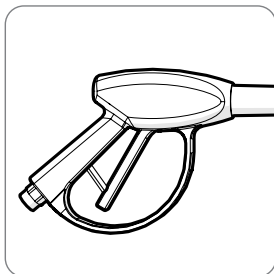

Fig. 6
- Compruebe que el interruptor del gatillo de la lanza de chorro está en la posición de bloqueo. **(Fig. 6)**